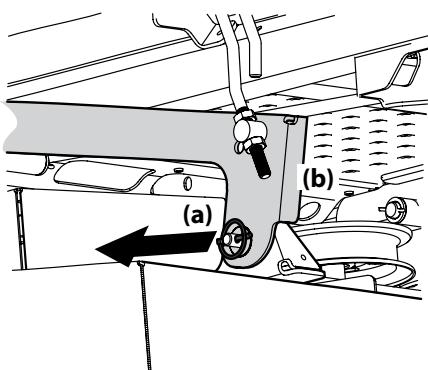

Figura 4-15
- Ubique los pasadores de liberación de la plataforma del lado izquierdo y del lado derecho (a) que se encuentran a cada lado de la plataforma. Tire de los pasadores de liberación de la plataforma (a) hacia afuera y suelte la plataforma de los brazos de elevación del lado derecho e izquierdo de la plataforma (b). Consulte Figura 4-15.
- Tire de los pasadores de liberación de la plataforma hacia afuera y ubique la plataforma según sea necesario para alinear los orificios de los brazos de elevación de la plataforma con los pasadores. Consulte la Figura 4-15.